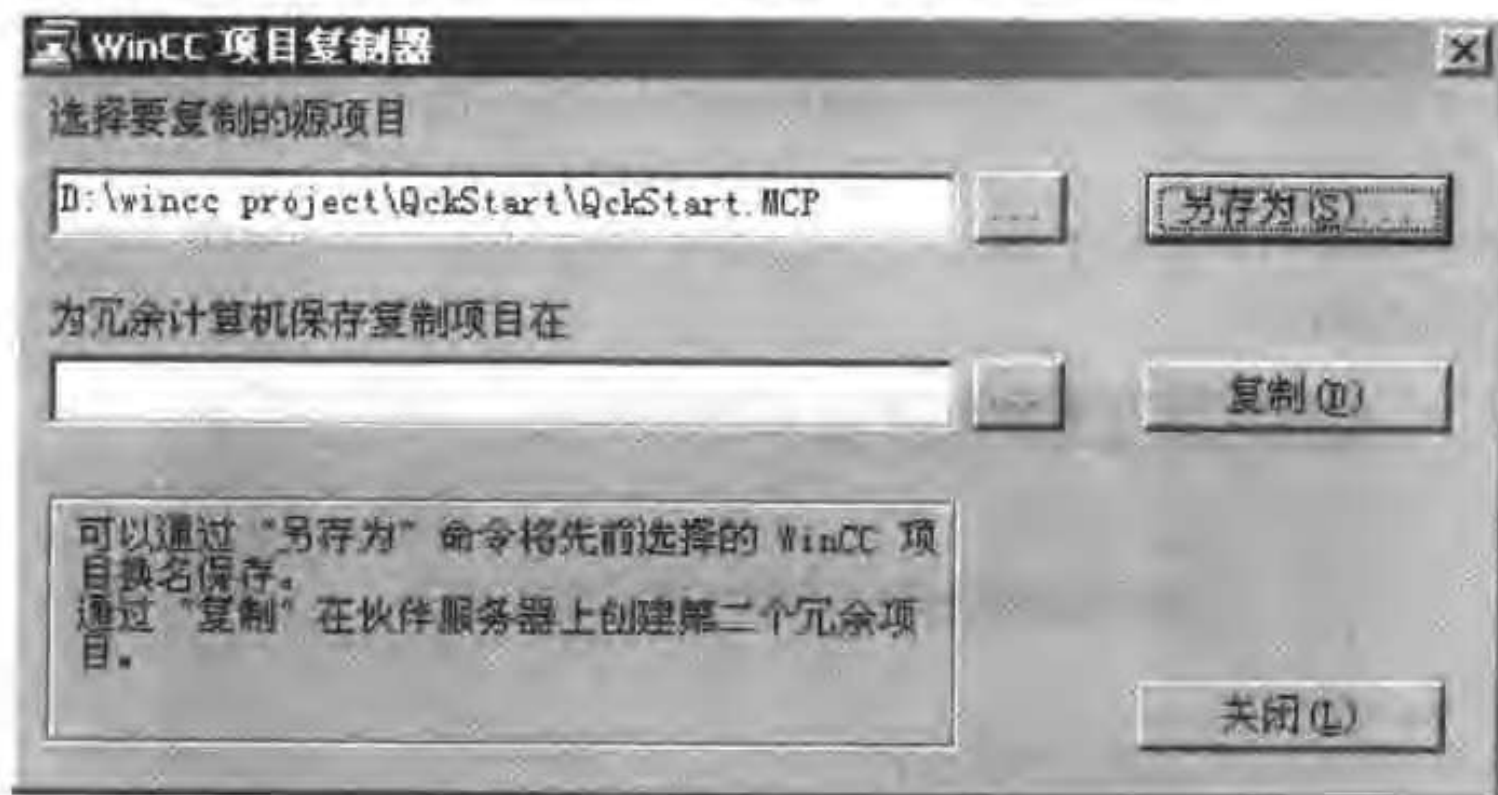

图 4-10 “WinCC 项目复制器”对话框
- 单击 Windows“开始”菜单,依次选择 Simatic>WinCC>Tools 菜单项,最后单击 Project Duplicator 命令,打开“WinCC 项目复制器”对话框,如图 4-10 所示。
在如图 4-10 所示的“WinCC 项目复制器”对话框中的“选择要复制的源项目”文本框中选择源项目,在“为冗余计算机保存复制项目在”文本框中选择冗余服务器的目的项目存储位置。单击“复制”按钮,开始复制冗余系统中的冗余服务器的项目。